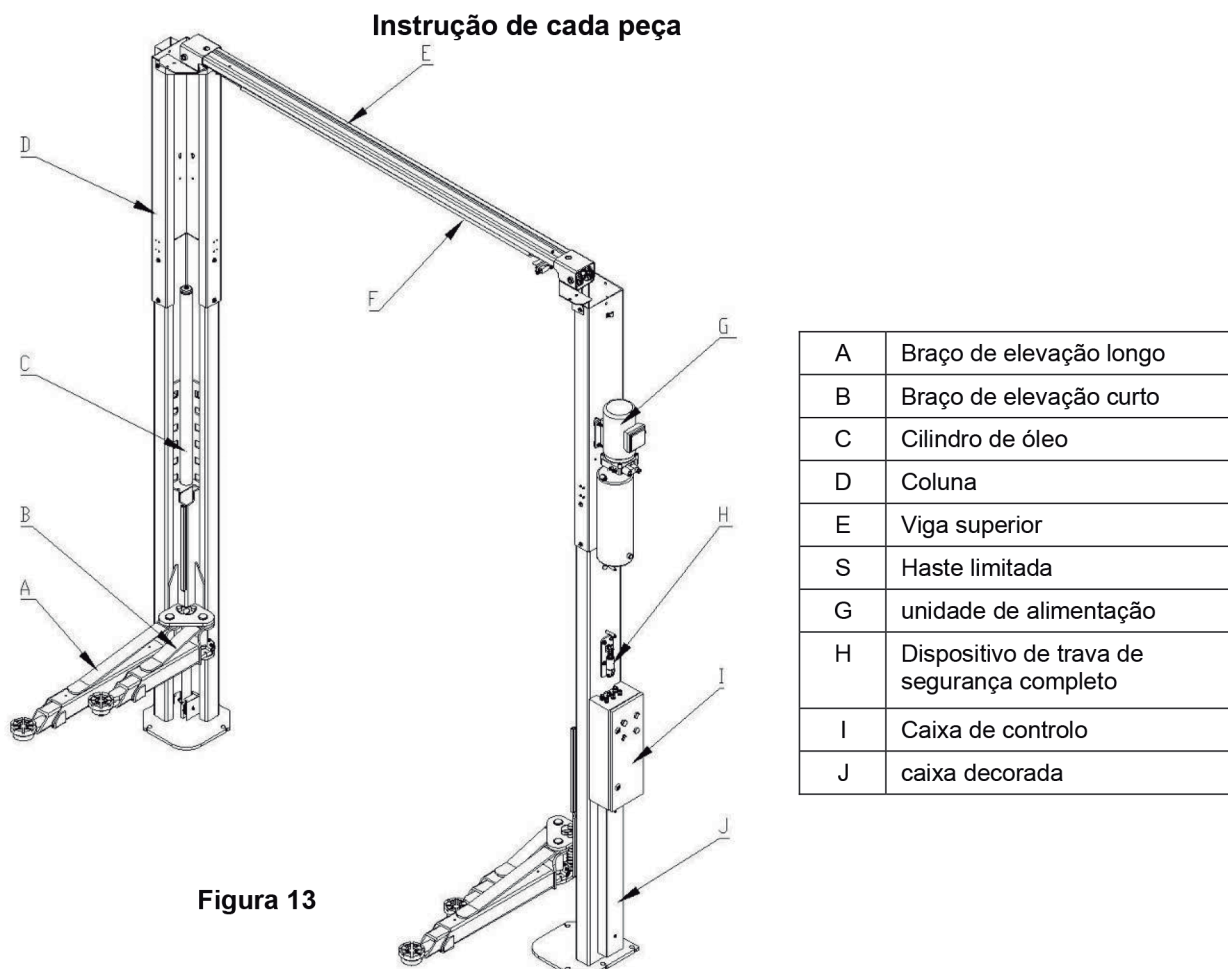

Figura 13
6.1 Estrutura da máquina (figura 13):